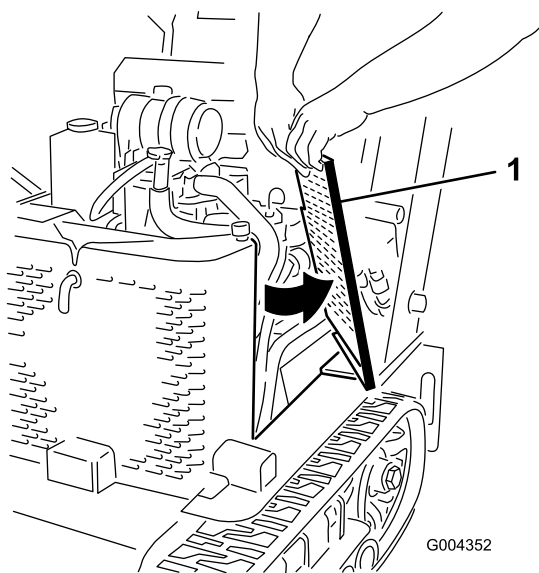

Рисунок 30
2. Сдвиньте вверх боковые жалюзи (Рисунок 30) и извлеките их из пазов в передних жалюзи и каркасе.